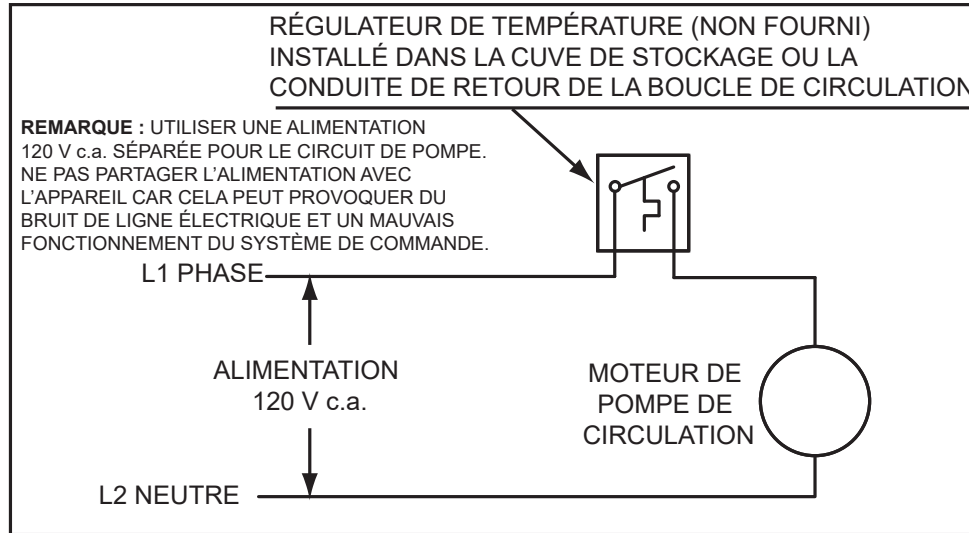

Figure 87. Boucle de recirculation avec cuve de stockage ou recirculation du bâtiment
6. Si une pompe est installée entre un chauffe-eau et une cuve de stockage ou sur un circuit de recirculation du bâtiment comme à la *Figure 87* (page 102).